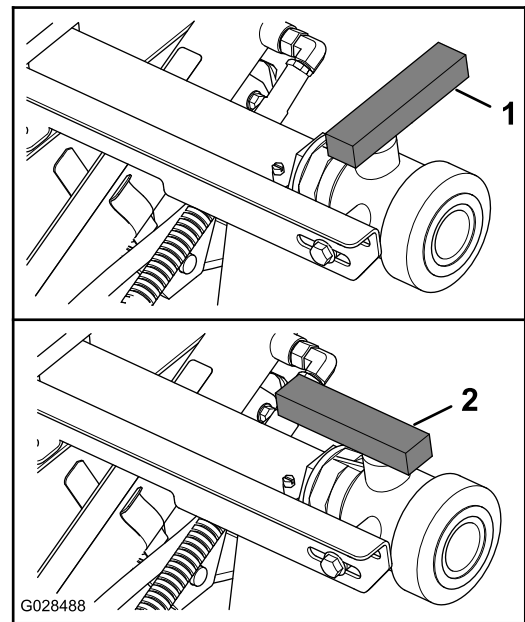

Figura 73
3. Aprite la valvola per scaricare tutto il materiale non utilizzato dal serbatoio (Figura 73).
4. Chiudete la valvola di spurgo (Figura 73).